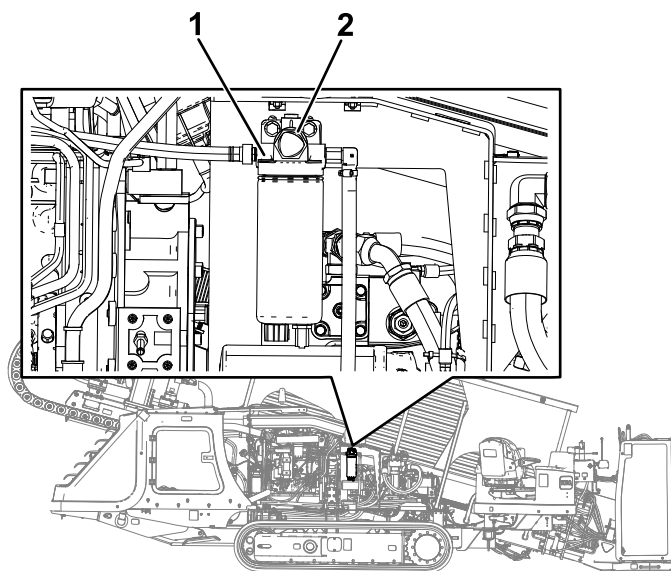

Figure 95
6. Localisez le bouton d'AMORÇAGE au sommet de l'adaptateur du préfiltre du filtre à carburant (Figure 95).
7. Appuyez brièvement sur le bouton d'AMORÇAGE plusieurs fois jusqu'à ce que vous sentiez une résistance lorsque vous enfoncez le bouton (Figure 95).
3. Placez des chiffons propres sous le préfiltre (Figure 95).
4. Desserrez les colliers et détachez le préfiltre des flexibles de carburant (Figure 95).
6. Branchez les flexibles au raccord du préfiltre et serrez les colliers (Figure 95).